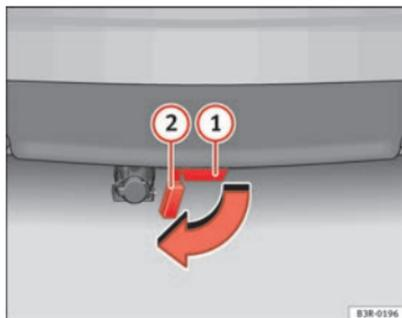

Fig. 152 Paraurti posteriori: Aprire il tappo
- Aprire completamente lo sportellino (2) ⇒ fig. 152, a protezione del punto di fissaggio (1), situato sotto il paraurti. Esso si ferma in posizione automaticamente.